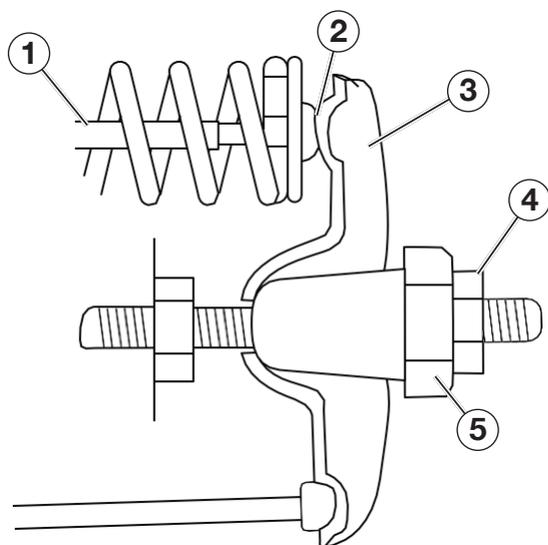

Figure 21
- Insérez une jauge d'épaisseur entre le culbuteur et la tige poussoir et vérifiez l'espacement (voir la figure 21). Voir le tableau ci-dessous pour les spécifications relatives au jeu de soupapes.